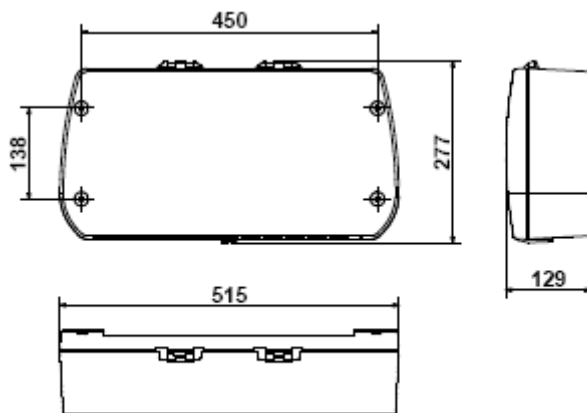

Рис. 7 Монтажный чертеж
- (1) Выполните разметку отверстий, как показано на Рис. 7, под четыре монтажных шурупа.
- (2) Просверлите в стене четыре отверстия подходящего диаметра под пробки для шурупов.
- (3) Снимите переднюю панель с корпуса.
- (4) Закрепите блок на стене подходящими шурупами (Винты М6 или 6,4 мм SPAX)
- (5) Закрепите крышку имеющимися винтами.